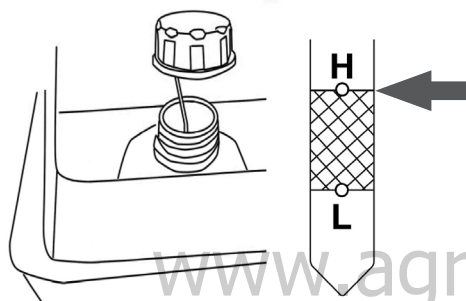

Рис. 30 Проверка уровня масла по щупу верхней маслозаливной горловины
- Открутите крышку-щуп верхней маслозаливной горловины и извлеките щуп (Рис. 30).